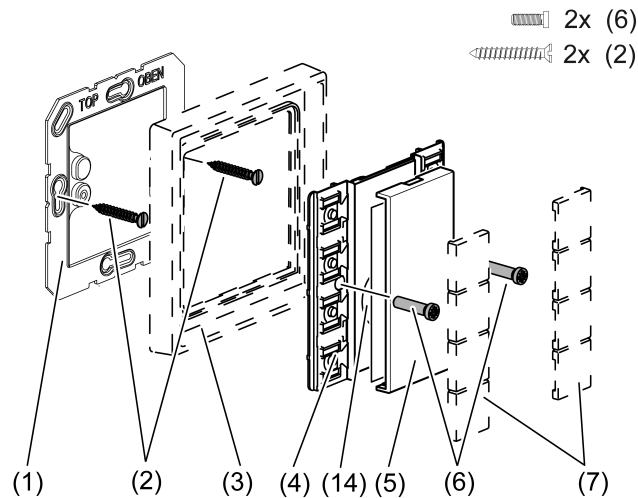

Bild 1: Funk-Wandsender-Modul 4fach
- Abdeckung (5) vorsichtig vom Wandsender entfernen (Bild 1).
- Batterie an den Plus-Kontakt des Batteriehalters (14) anlegen. Dabei auf die Polarität achten: Der Plus-Pol der Batterie muss oben liegen.
- Abdeckung (5) aufrasten.